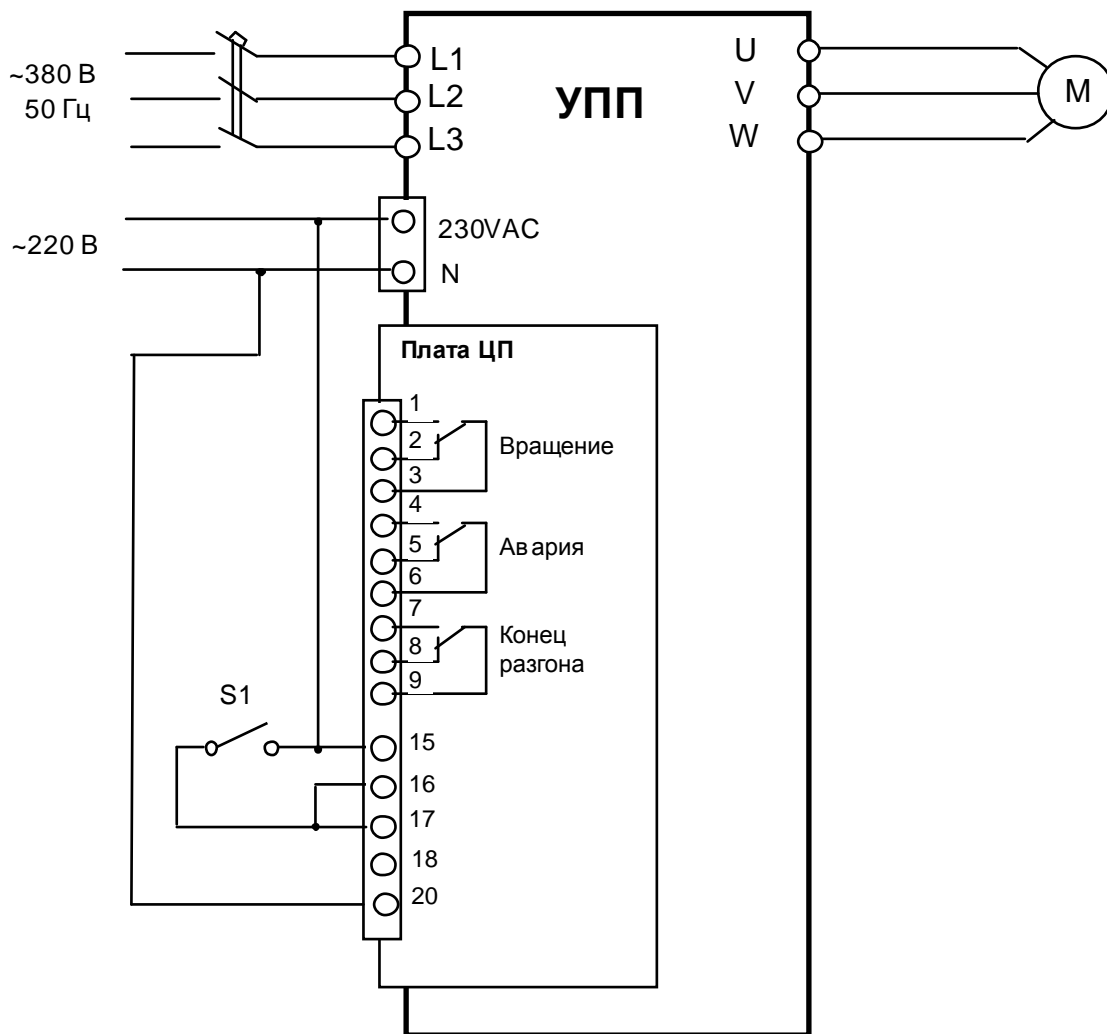

Рис. 8.2. Схема подключения цепей УПП
**8.2.** Подключить проверяемый УПП по схеме, приведенной на рис. 8.2.